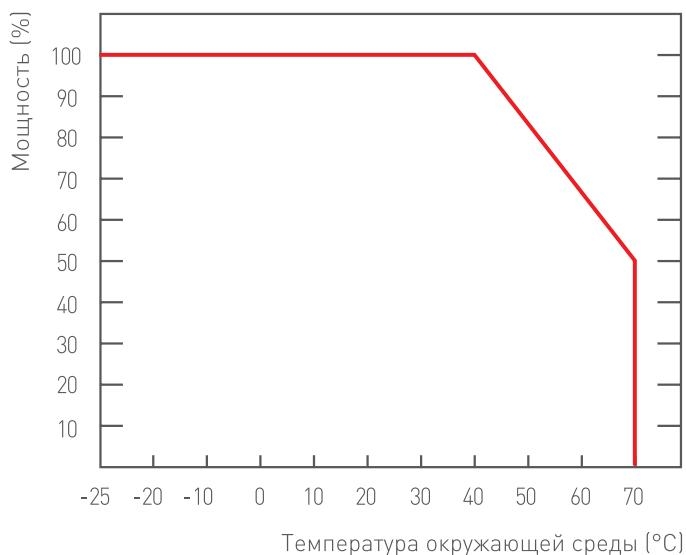

Рис. 1. – График зависимости номинальной мощности блоков питания от колебаний температуры окружающей среды.
- Не нагружайте блоки питания более 80% от его максимальной мощности. Учитывайте, что с повышением температуры окружающей среды, максимальная мощность блока питания снижается [Рис. 1].